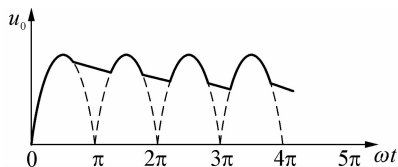

图 1-2-4 单相全波桥式整流电容滤波电路波形
(2) 工作原理 与半波电路相同。不同点是: V_2 正、负半周内, V_1 、 V_2 轮流导通,对电容 C 充电两次,缩短了电容 C 向负载的放电时间,从而使输出电压更加平滑。输出电压波形图如图 1-2-4 所示。